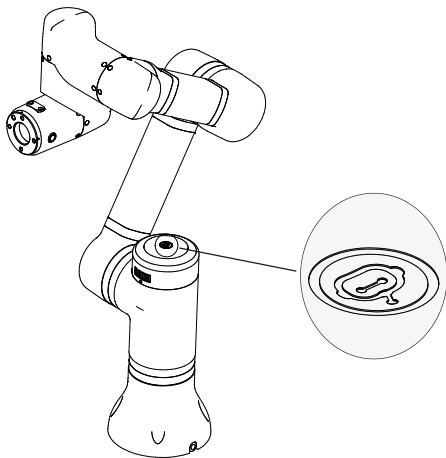

图 3.16 肩部按钮
- 双击机器人肩部按钮，如图3.16所示（肩部灯板中间有“白”标识的按钮）。